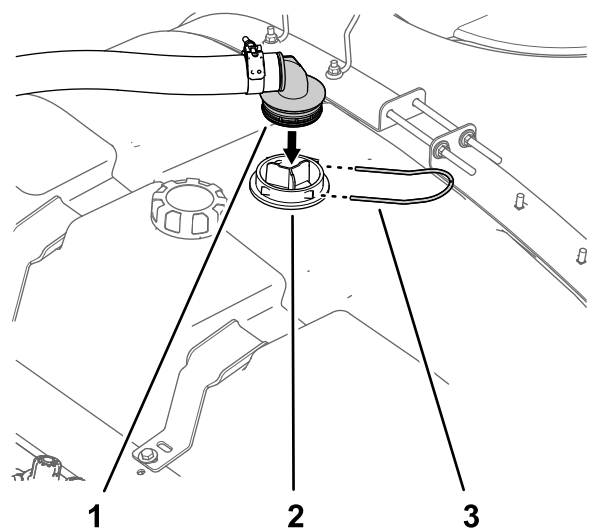

图 15
1. 将供水软管的 90° 宝塔接头与吸入滤网的外壳对齐图 15。
2. 使用在 准备喷洒药缸 \(页码 6\) 的步骤 4 中卸下的固定叉将 90° 度宝塔接头固定到外壳上图 15。